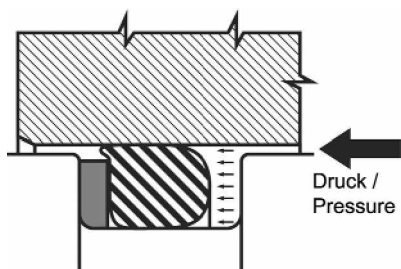

Bild 298.5 / Figure 298.5
- Mit einem zu kleinen Querschnitt hingegen macht der Ring keinen Sinn mehr: Das Problem der Extrusion bleibt vollständig bestehen, wie aus Bild 298.5 ersichtlich.
- If the section of the ring is too small, it makes no sense to install the ring; the extrusion problem will remain. (see fig 298.5)